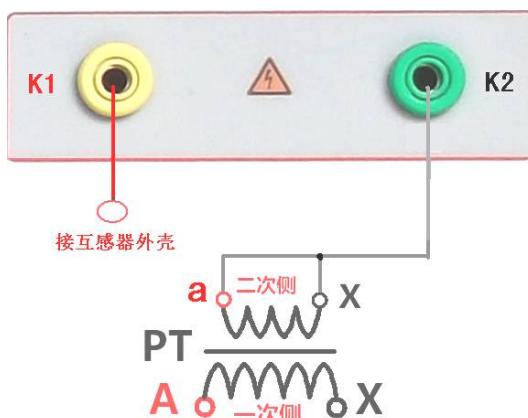

图 24, PT 交流耐压接线图
**2) 实验：**接线图见图 24，被测 CT 二次侧短接与测试仪电压输出口 K1 连接，电压输出口另一端 K1 连接互感器外壳。检查接线完成后，合上功率开关，选择“开始”选项，按下即开始升压，电压保持时间默认为 1 分钟，测试过程中，仪器内部对互感器二次绕组与外壳之间的漏电流实时检测，如果发现电流迅速增加，将会自动回零，页面会显示“不合格”。